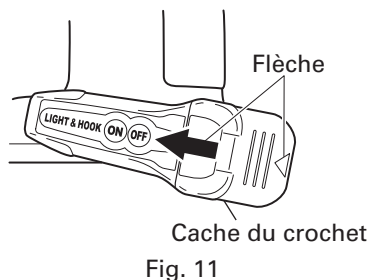

Fig. 11
Retirer le cache du crochet en appuyant dessus dans le sens de la flèche. (Fig. 11)
- Aligner la découpe du corps principal du crochet sur la saillie du cache du crochet, appuyer sur le cache du crochet dans le sens contraire à celui de la flèche de la Fig 11, puis resserrer la vis.